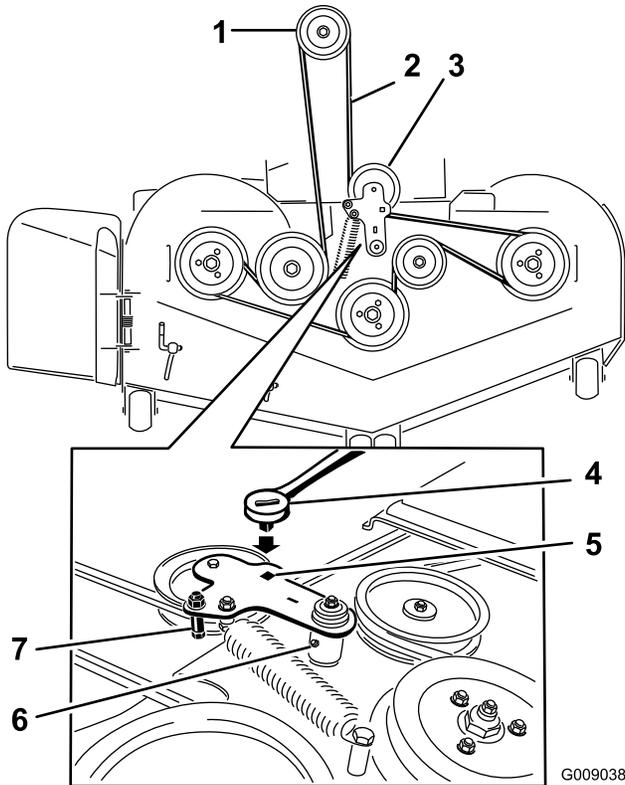

Figura 81
5. Utilice una llave de carraca en el taladro cuadrado del brazo tensor para aliviar la tensión del muelle tensor (Figura 81).
7. Retire la guía de la correa del brazo tensor tensado con muelle según lo ilustrado en Figura 81.
9. Pase la correa nueva alrededor de las poleas del cortacésped y de la polea del embrague, debajo del motor (Figura 81).
10. Instale la guía de la correa en el brazo tensor según se muestra en Figura 81.
11. Utilizando la llave de carraca en el taladro cuadrado, instale el muelle tensor (Figura 81).